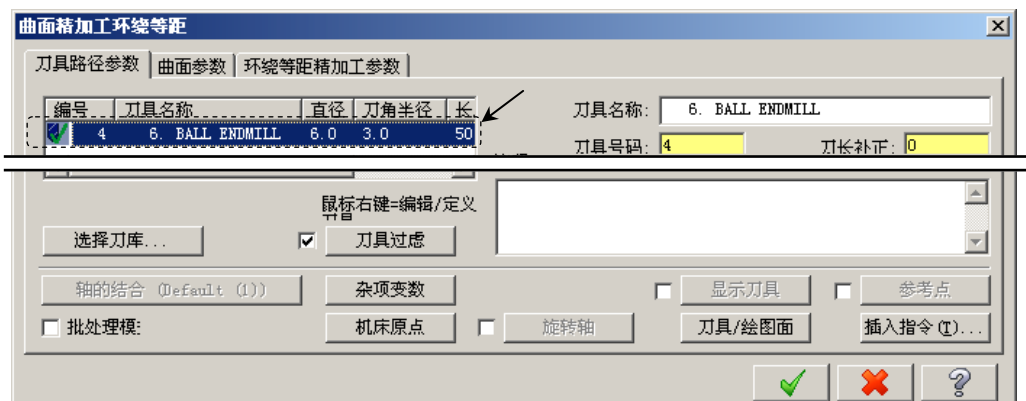

图 22.28 “刀具路径参数”选项卡
Step3. 选择刀具。在“曲面精加工环绕等距”对话框中，选择图 22.28 所示的刀具。